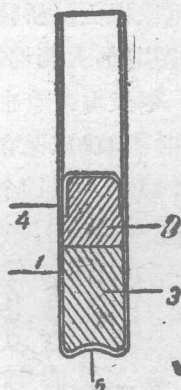

图3. 火雷管构造示意图
4. 火雷管 用导火线来点燃的雷管叫做火雷管，其构造如图3，1为敞口小紫铜管，在内帽4与球形小窝5之间装起爆炸药。我国目前制造和使用的火雷管有两种：一种是6号火雷管，另一种是8号火雷管。8号火雷管的管体比6号火雷管大，其起爆炸药量也较多，因此8号火雷管的威力比6号火雷管要大些。每100个火雷管装在一个小纸盒内，每50个小纸盒装在一个木箱中。